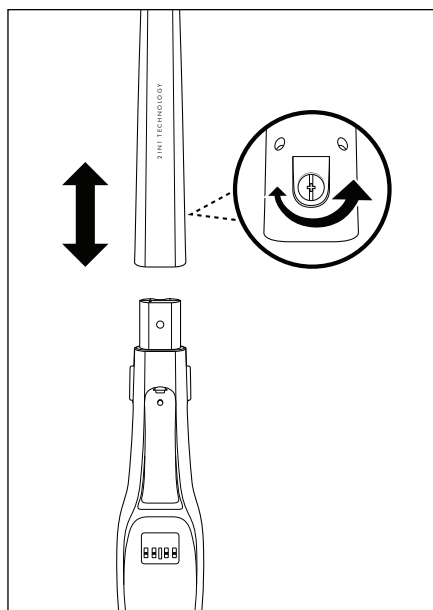

Fig. 1
- 2) Coloque o cabo vertical 10 sobre o suporte do cabo no aparelho. Introduza o cabo vertical 10 no suporte do cabo, de forma que fique corretamente fixo no aparelho. (Fig. 1).
- 3) Volte a inserir o parafuso 11 no orifício roscado na parte traseira do cabo vertical 10. Retire o parafuso 11 com uma chave de parafusos, rodando no sentido dos ponteiros do relógio (fig. 1).